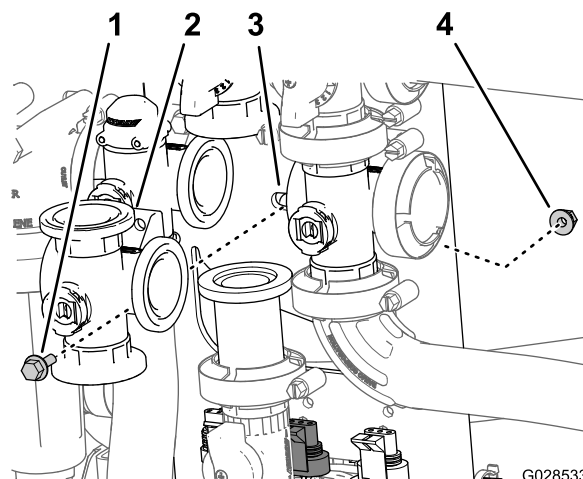

Figure 91
2. Retirez le boulon à embase et le contre-écrou à embase qui fixent la vanne d'agitation au support, puis déposez le collecteur de la machine (Figure 91).